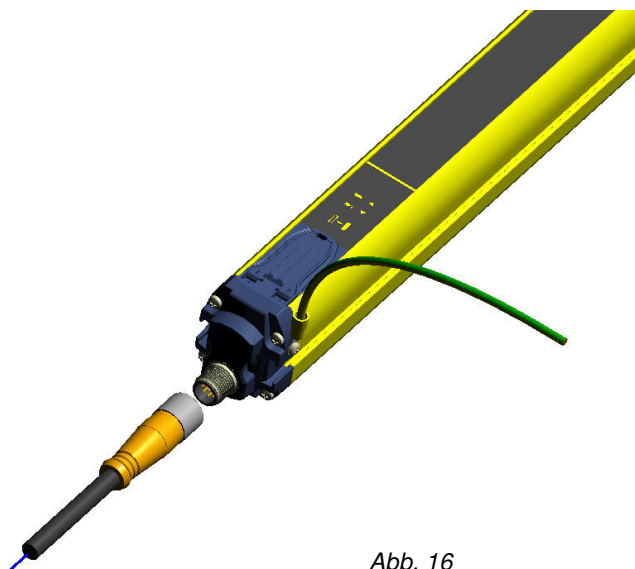

Abb. 16
- Falls gewünscht, kann das Gehäuse der Einrichtung unter Einsatz der mitgelieferten, für den Masseanschluss vorgesehenen Schraube geerdet werden (dazu muss Bezug auf die Konfiguration gemäß Abb. 16 genommen werden).